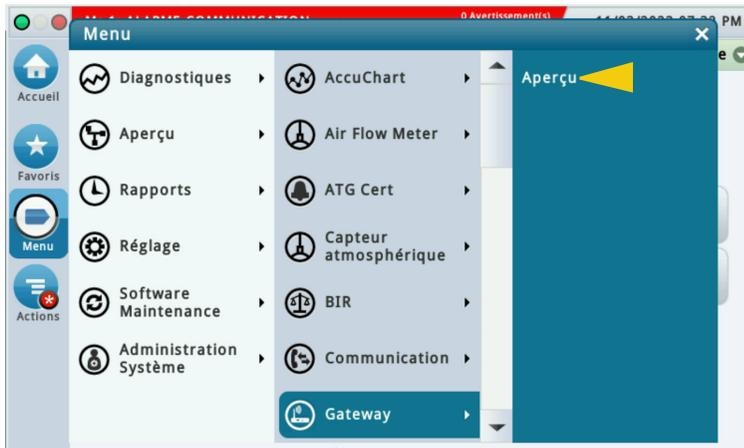

Figure 46. Accès à l'écran d'aperçu du diagnostic de la passerelle
1. Sélectionnez Menu > Diagnostiques > Passerelle > Aperçu (voir la Figure 46) pour accéder à l'écran d'aperçu du diagnostic de la passerelle (voir la Figure 47 et la Figure 48). Sélectionnez la passerelle pour laquelle vous voulez afficher des informations (2, Figure 47).